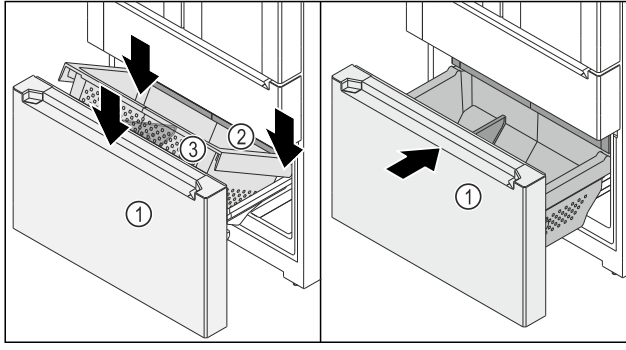

Fig. 150
- ☐ Çekme bölmesi Fig. 150 (1) dışarı çekilmiş.
- ☐ Çekmece Fig. 150 (2) içeri itilmiş.
- Kapları Fig. 150 (3) arkadan sağ ve soldaki kızıklara yerleştirin.
- Kapları Fig. 150 (3), kaplar Fig. 150 (3) sağ ve soldaki kızıkları saracak şekilde önden indirin.
- Çekme bölmesini Fig. 150 (1) içeri itin.